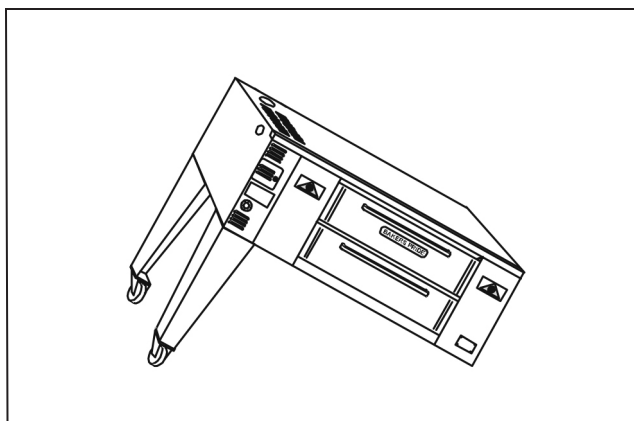

Figure 5
- Boulonner les renforts latéraux et les renforts arrières à l'aide des boulons 3/8-16 x 3/4 fournis, rondelle plate et rondelle de blocage. (Voir Fig. 5).